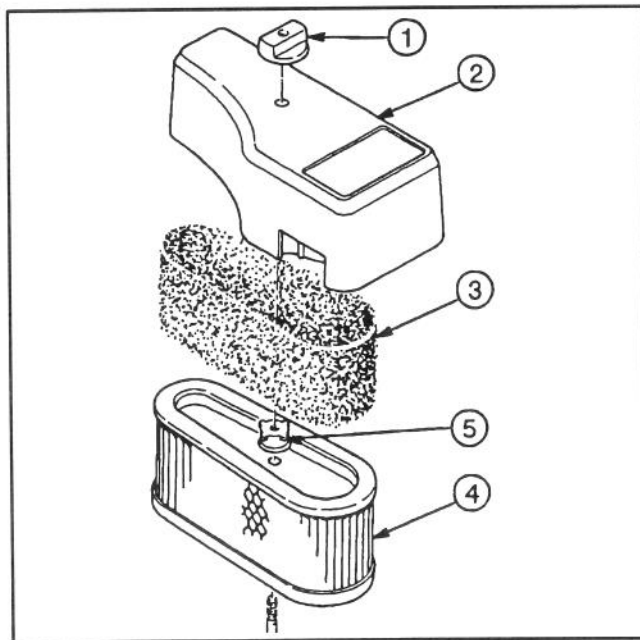

Figure 16
2. Déposer le bouton et le couvercle du filtre à air (Fig. 16).
3. Le pré-filtre mousse devrait être nettoyé toutes les 25 heures (Fig. 16). Déposer le pré-filtre en le faisant glisser hors de la cartouche en papier (Fig. 16).
4. La cartouche papier du filtre à air devrait être remplacée toutes les 100 heures. Déposer (1) un écrou du haut de la cartouche papier (Fig. 16).